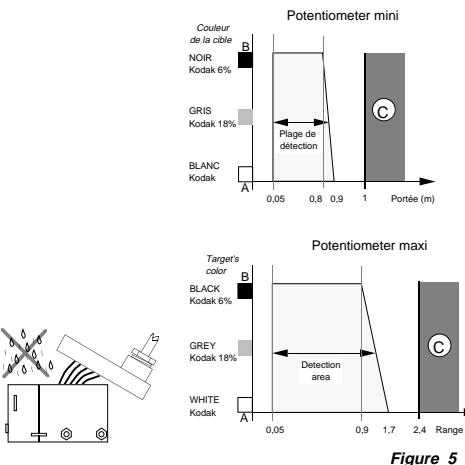

Figure 5
- Cet appareil permet un réglage du seuil de la zone à ignorer allant de 1 à 2,4 m. (figure 5)
- Réglage de (P) au mini: zone de détection de 0,05 à 0,7 m.
- Réglage de (P) au maxi: zone de détection de 0,05 à 1,7 m.
- Tourner le potentiomètre (P) dans le sens anti-horaire jusqu'à extinction de la DEL verte, si celle-ci est allumée.
- Figure 5 shows the operation area depending on the colour of the target.
- This device allows the adjustment of background threshold from 1 m to 2,4 m (figure 5).
- with (P) adjusted to its minimum : zone of detection from 0,05 to 0,7 m, with background suppression from 0,8 m to infinity.
- with (P) adjusted to its maximum : zone of detection from 0,05 to 1,7 m, with background suppression from 1,5 m to infinity.
- If the green LED is on, turn the potentiometer (P) anti-clockwise until it is extinguished, this ensures elimination of the background.
- Das Gerät ermöglicht die Einstellung der Schaltschwelle bezogen auf den nicht zu erfassenden Hintergrund : Einstellbereich 1...2,4 m (Abb.5).
- Potentiometer (P) entgegen dem Uhrzeigersinn so lange drehen, bis die grüne LED leuchtet, sofern sie leuchtet.